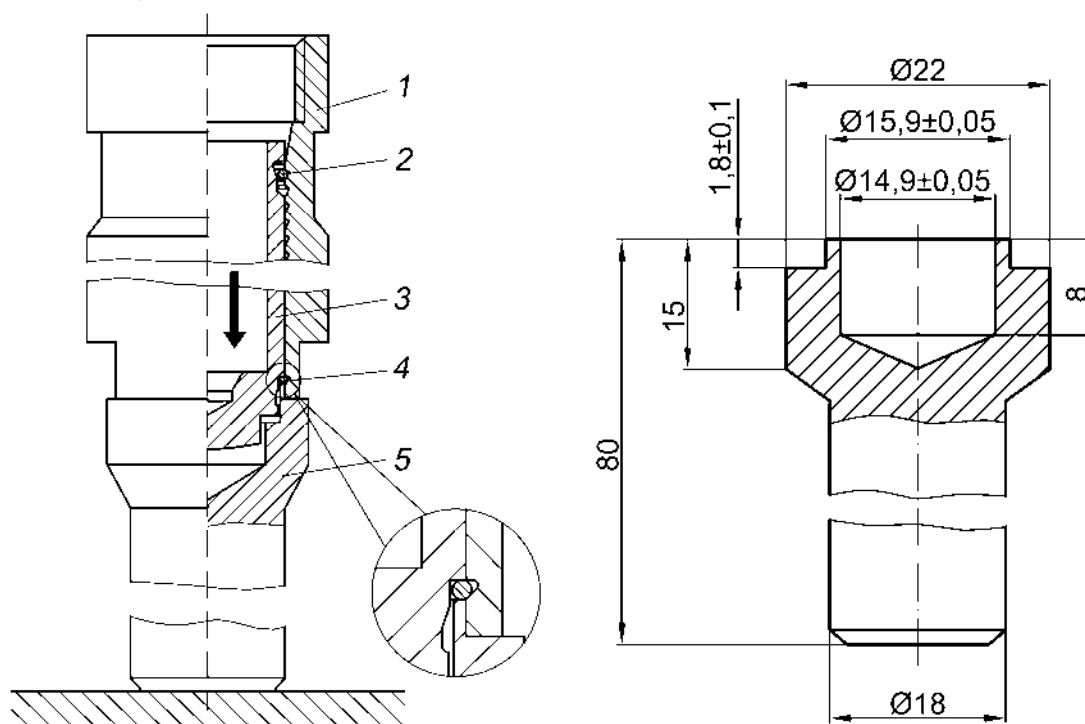

Рис.86. Сборка гидронатяжителя с помощью оправки:
- на закрепленную вертикально оправку 5 (рис.86) установить корпус гидронатяжителя 1;